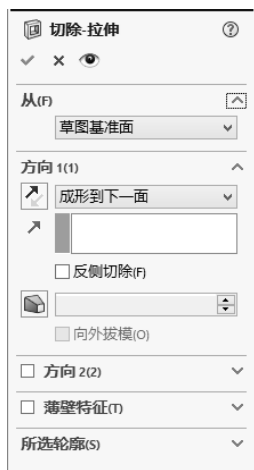
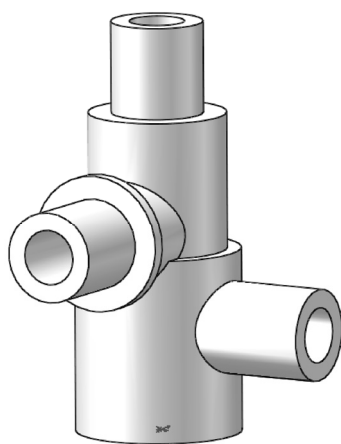

图 13-83 “切除-拉伸”属性管理器
图 13-84 拉伸切除实体
**08** 拉伸切除实体。选择菜单栏中的“插入”→“切除”→“拉伸”命令，或者单击“特征”控制面板中的“拉伸切除”按钮，此时系统弹出图 13-83 所示的“切除-拉伸”属性管理器。设置终止条件为“成形到下一面”，然后单击属性管理器中的“确定”按钮，结果如图 13-84 所示。